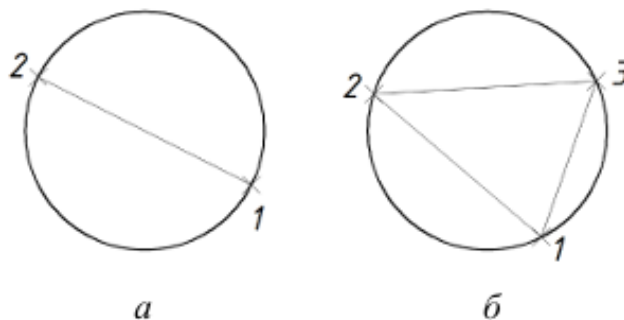

Рисунок 2.2. Побудова кола: а – за двома точками, б – за трьома
5. Намалюйте коло, задавши його центр та точний діаметр 110 одиниць (через опцію «Діаметр» у командному рядку) (рис.2.2.).